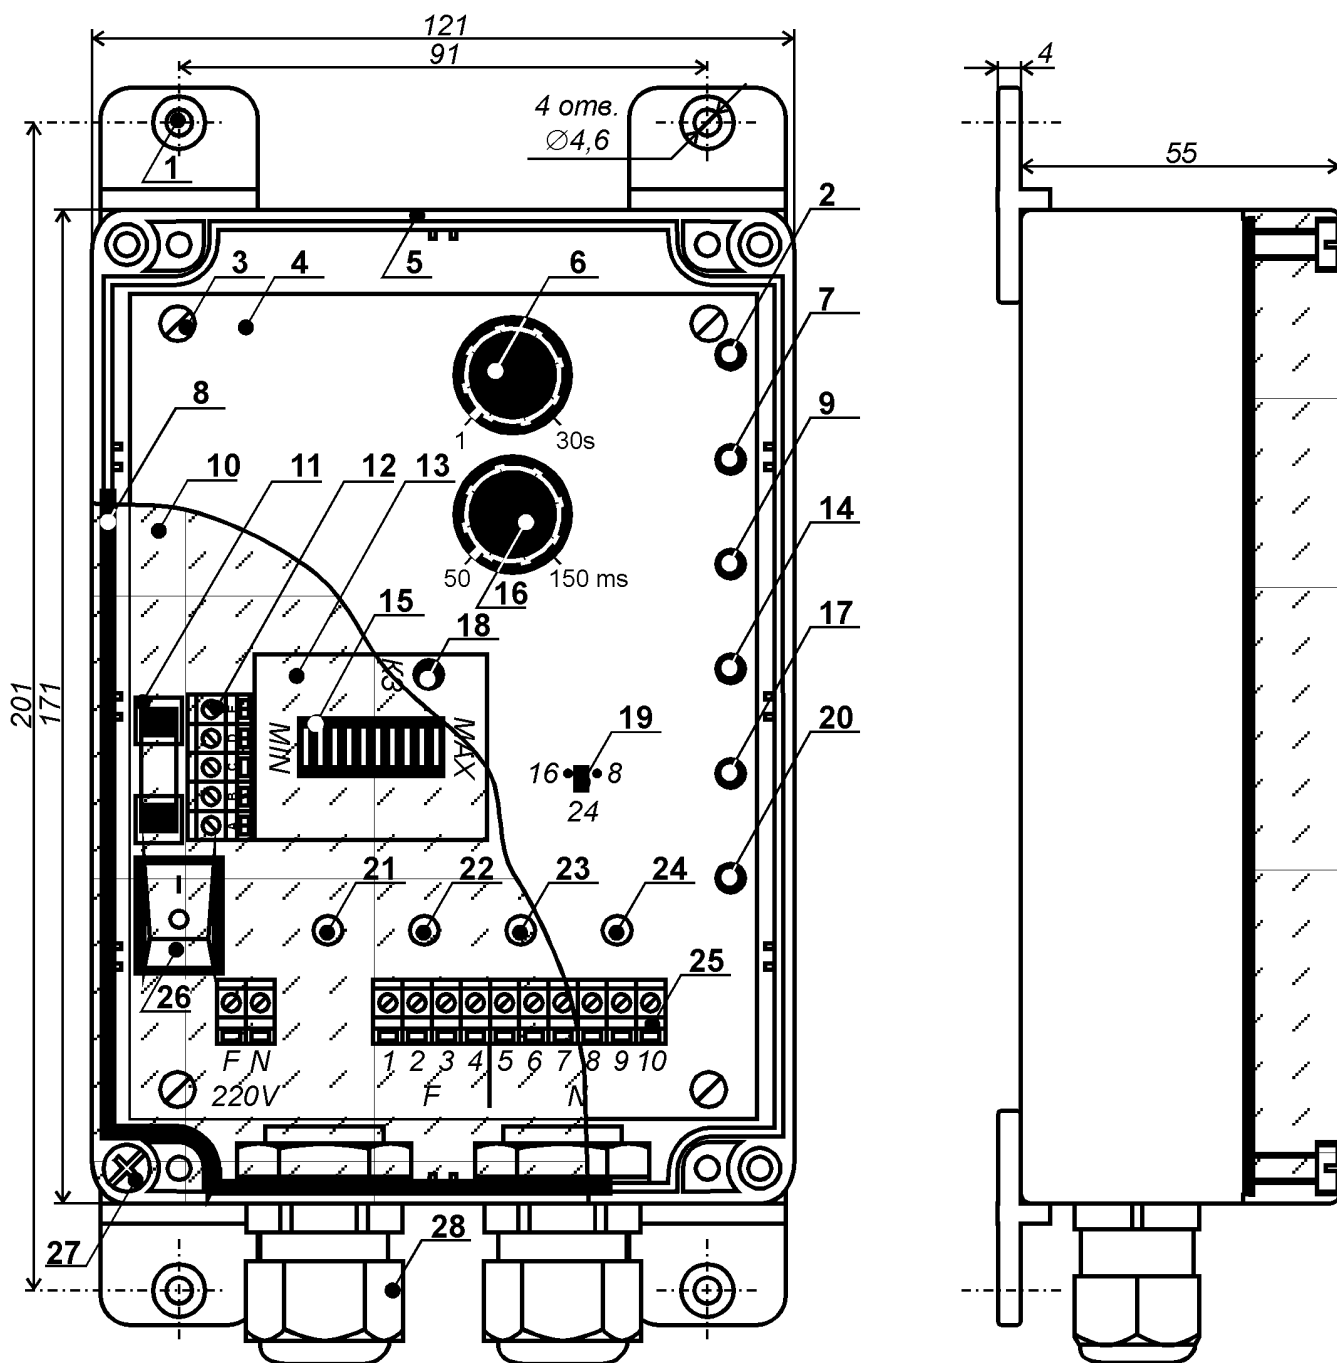
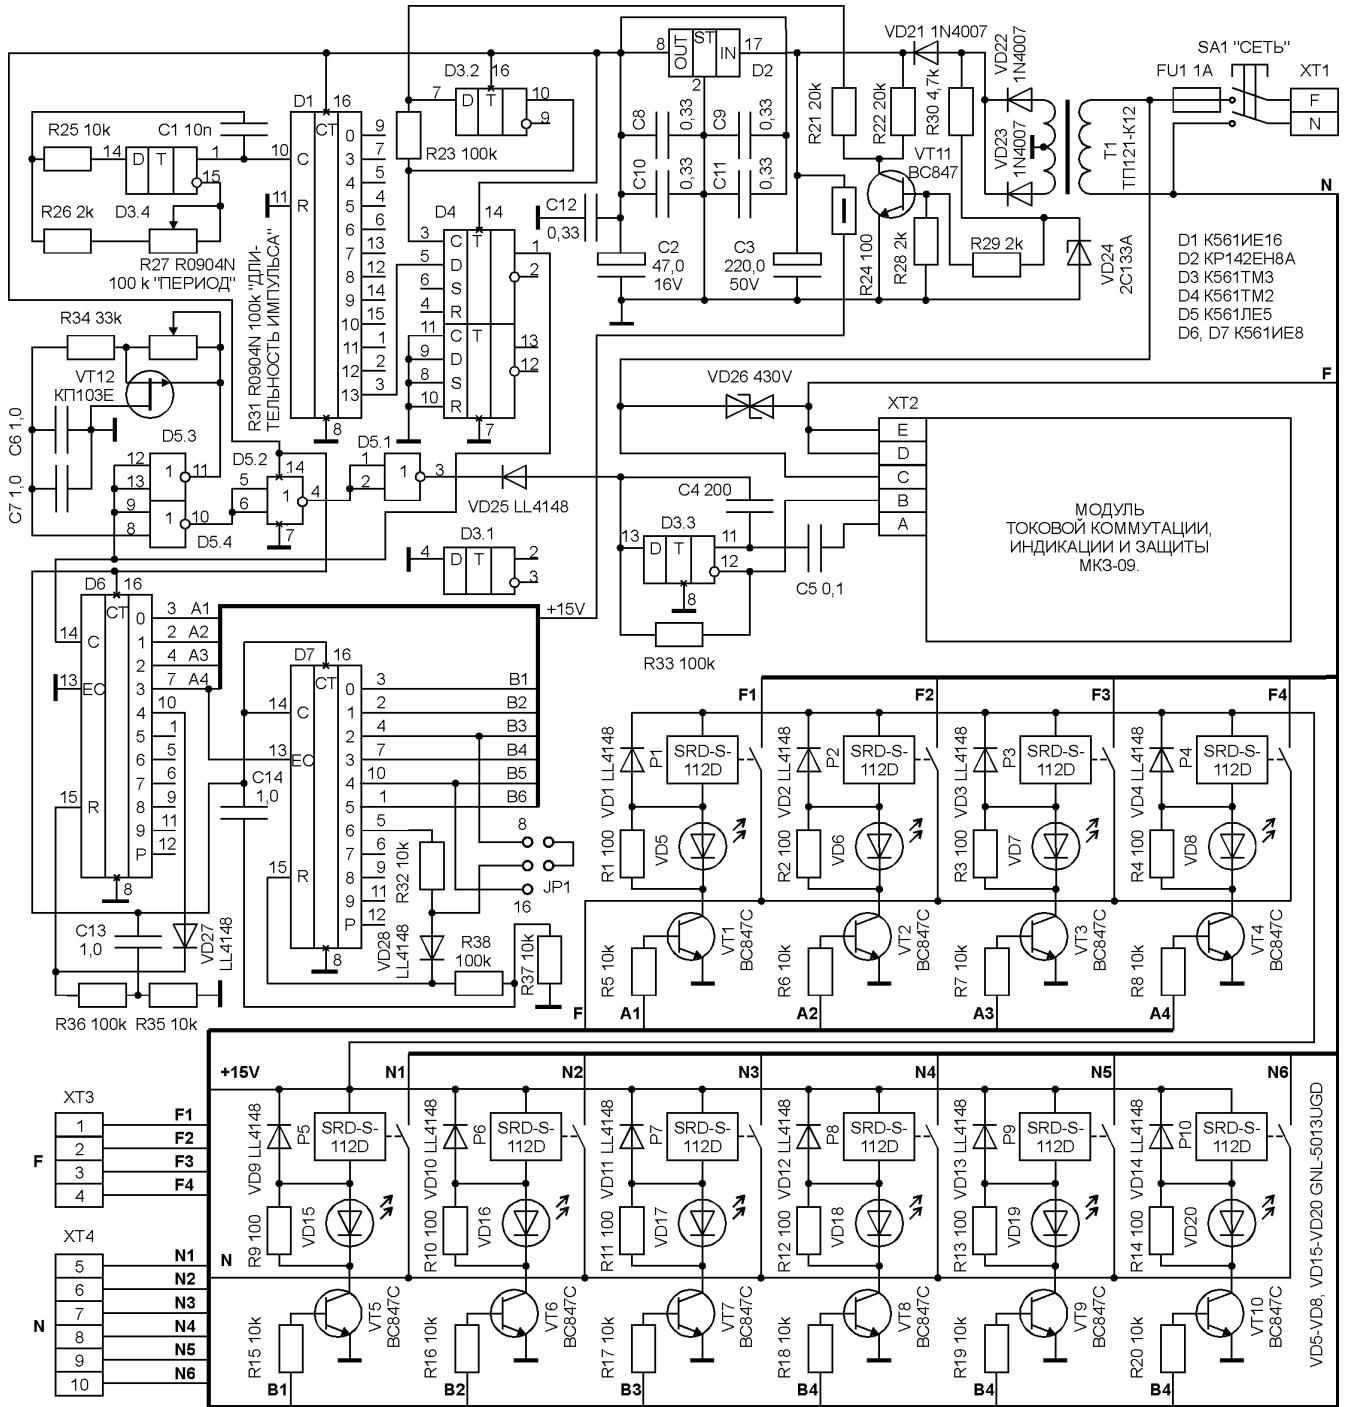

Рис. 1. Конструкция блока А-03.
Рис. 2. Принципиальная электрическая схема блока А-03.
Конструкция блока показана на рис. 1. Электрическая схема блока собрана на печатной плате (поз. 4), которая винтами (поз. 3) закреплена в корпусе (поз. 5). На печатной плате показаны: регуляторы R27 «ПЕРИОД» (поз. 6), R31 «ДЛИТЕЛЬНОСТЬ ИМПУЛЬСА» (поз. 16), тумблер SA1 «СЕТЬ» (поз. 26), предохранитель FU1 (поз. 11), а также клеммные ряды ХТ1, ХТ3 и ХТ4 (поз. 25), предназначенные для подключения внешних цепей.
На рис. 2 приведена принципиальная схема блока.
7.1. Блок устанавливается на стену (колонну) и должен быть надежно закреплен. Для крепления блока предназначены 4 отверстия по углам (поз. 1 на рис. 1).
7.4. При необходимости (если число рукавов фильтра-циклона отличается от 24) следует установить перемычку (JP1 на рис. 2) между правым и средним по рис. 1 штырями (для 8-рукавного фильтра) или между левым и средним по рис.1 штырями (для 16-рукавного фильтра). Если блок управляет 24-рукавным фильтром, перемычка JP1 не устанавливается.